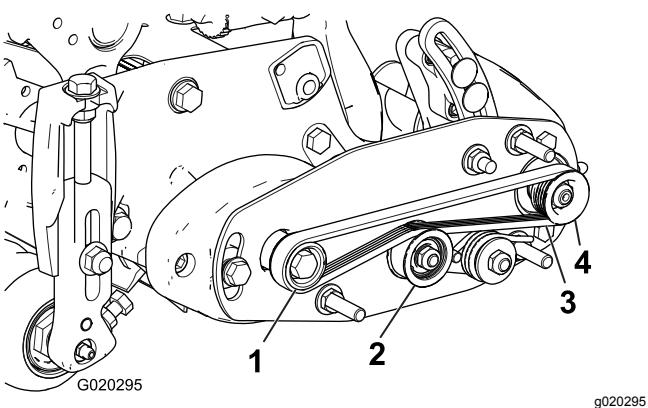

Figura 15
2. Empiece a colocar la correa en la polea arrastrada (Figura 15).